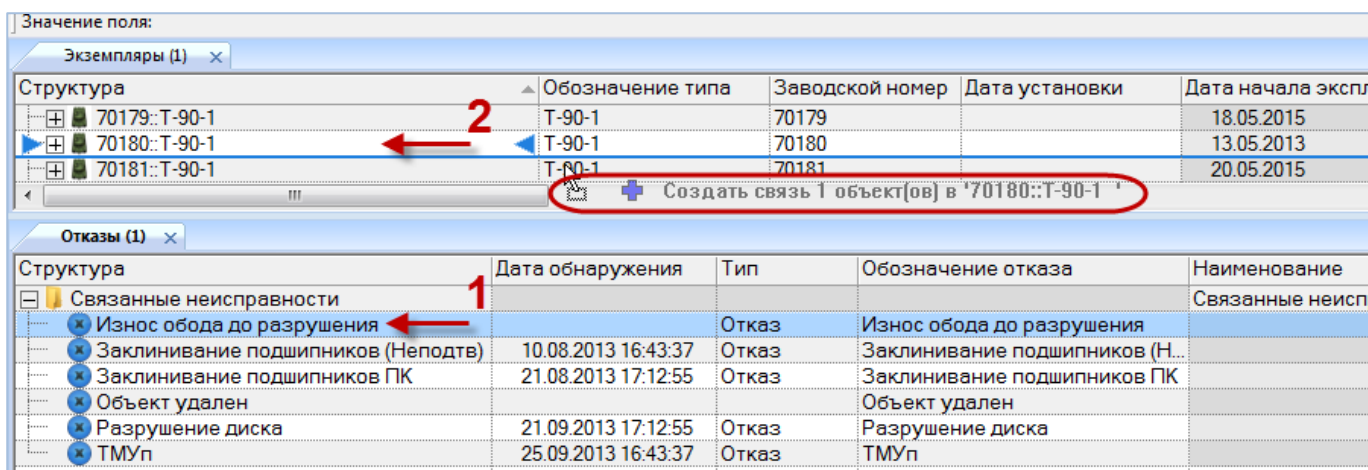

Рис. 26-11 – Переместить неисправность на экземпляр ФИ
2) Выделить неисправность в рабочем окне «Неисправности» (1 на рис. 26-11).
3) Переместить с помощью мыши неисправность на экземпляр ФИ в окне «Экземпляры» – появится подсказка вида «+ Создать связь X объект(ов) в ...» (2 на рис. 26-11). Отпустить кнопку мыши.